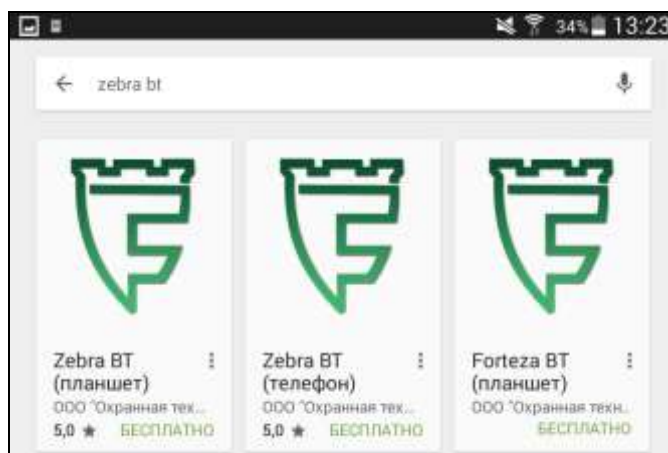

Рисунок 11.1
1) Запустить Play Маркет, набрать в строке поиска «Zebra - Bluetooth» - рисунок 11.1.